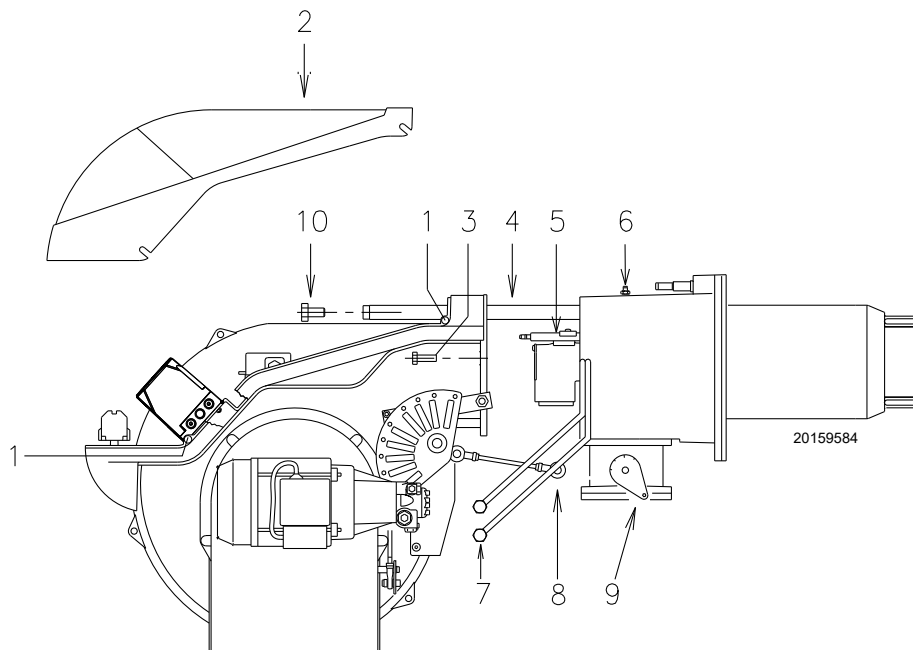

Fig. 44
- Desserrer les vis 1) et enlever le capot 2)(Fig. 44).
- Débrancher les tuyaux du fioul 7)(Fig. 44).
- Retirer les vis 3) et faire reculer le brûleur sur les glissières 4)(Fig. 44) d'environ 100 mm. Débrancher les câbles des électrodes, puis reculer totalement le brûleur.
On peut alors extraire la partie interne 5) après en avoir retiré la vis 6)(Fig. 44).